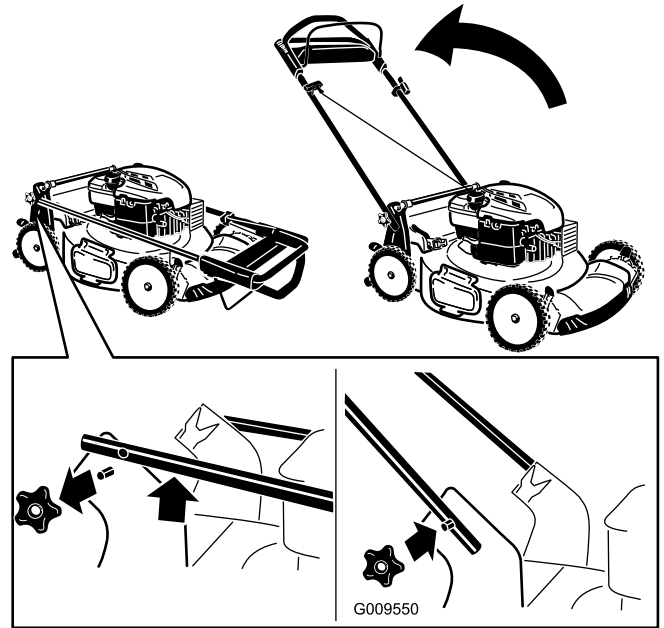

Рисунок 4
1. Снимите круглые рукоятки с машины (Рисунок 4).
3. Установите и затяните круглые рукоятки, снятые на этапе 1 (Рисунок 4).